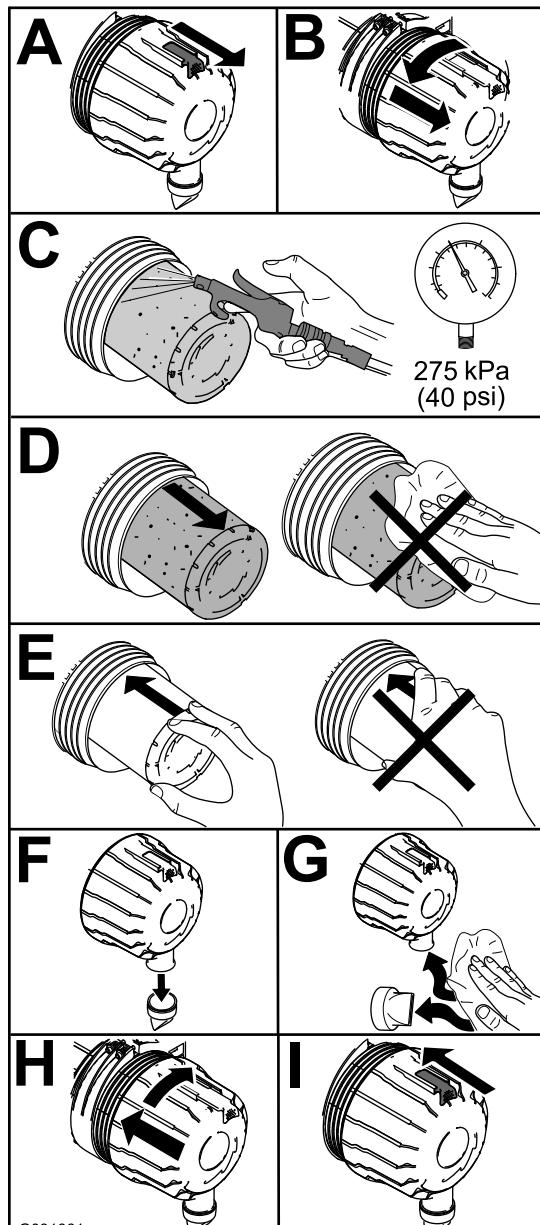

Figura 70
1. Substitua o filtro de ar (Figura 70).